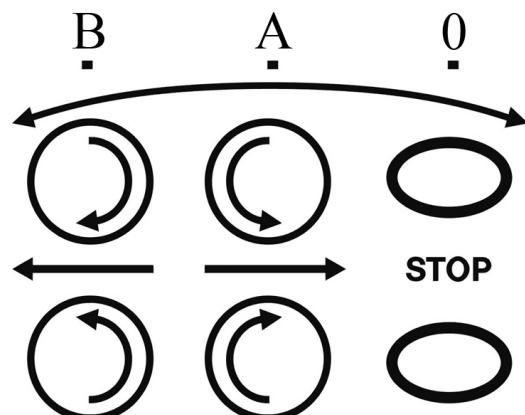

Figure 11
La poignée de commande doit être en position arrêt (0) lors du démarrage (Voir Figure 11). Après le démarrage, déclenchez la "poignée de réinitialisation" et tirez le support de commande vers sa position médiane (A). Les cylindres tourneront alors en rond. Le matériau est maintenant tiré vers l'intérieur de la machine.